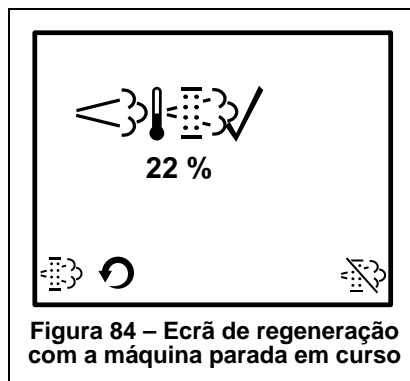

Figura 84 – Ecrã de regeneração com a máquina parada em curso
3. Quando as três marcas de verificação (A, B e C) forem exibidas no ecrã de regeneração com a máquina parada, mantenha premido o botão (Z) até ser exibido o ecrã de regeneração com a máquina parada em curso (Figura 84).